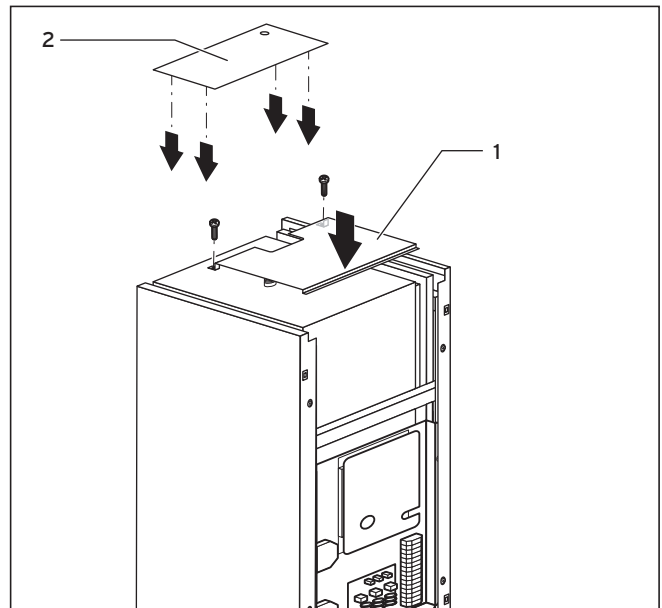

Fig. 6.20 Montaggio dei pannelli di rivestimento superiori
- Appoggiare il componente di rivestimento superiore anteriore (fig. 6.20, pos. **1**) sulla pompa di calore e fissarlo con due viti.
- Premere i fermagli a clip del pannello di rivestimento superiore posteriore (fig. 6.20, pos. **2**) nelle aperture corrispondenti del rivestimento laterale, finché non scattano in posizione.